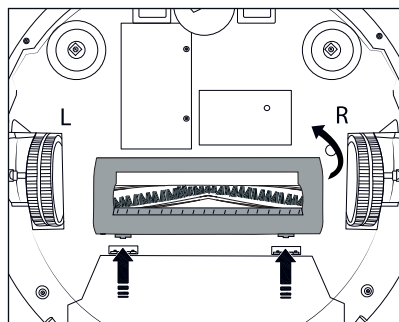

Fig. 14
- ◆ Pulse los dos botones de desencastre de la cubierta del rodillo de cepillos **15** para soltarla. Retire la cubierta del rodillo de cepillos **15** del aparato (consulte la fig. 14).